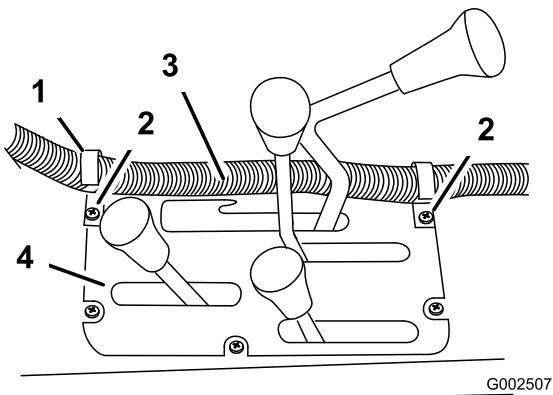

Figura 26
- Instale dos abrazaderas en la consola central en los puntos indicados en Figura 26 usando los tornillos existentes.